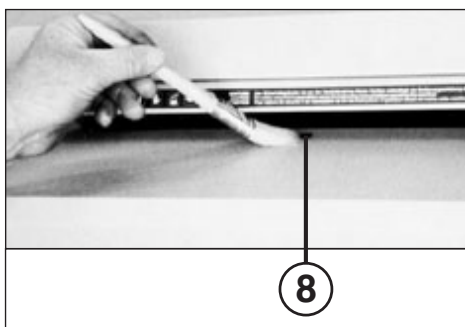

Fig. 5
FOTOCELLEN SCHOONMAKEN (8) (Fig. 5):